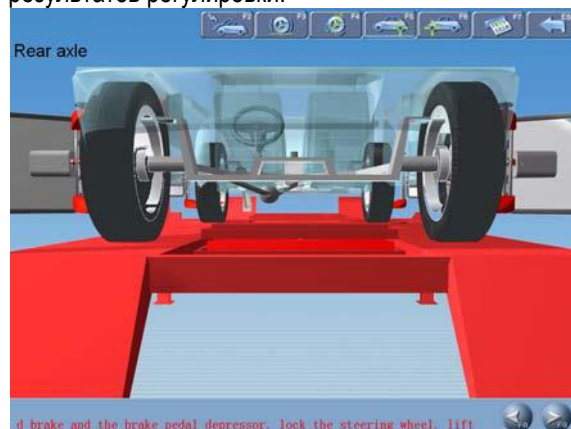

Рис.4.19
3. Теперь можно опустить автомобиль (положение В1). Отрегулировать переднее схождение колес в соответствии со стандартными значениями (см. рис.4.19). Установить автомобиль со специальными приспособлениями в соответствии с указаниями на экране. Нажать кнопку [Далее], на экране отображается окно, как показано на рис.4.23.